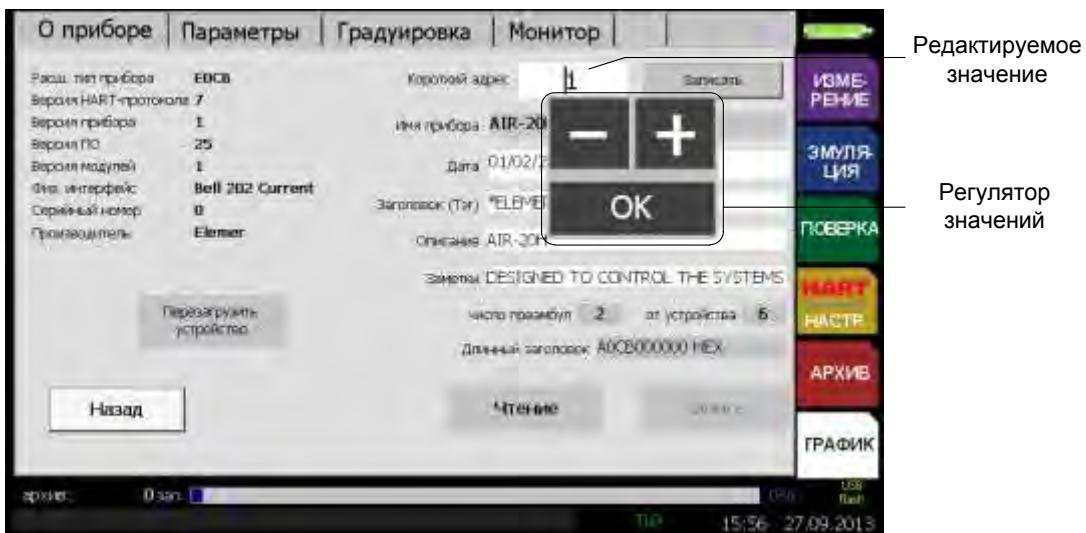

Рисунок 2.60
1) Вкладка «**О приборе**» (см. рисунок 2.60) предназначена для отображения информации о приборе, имеющем цифровой выходной сигнал на базе HART-протокола.
Кнопка «Запись» предназначена для ввода нового сетевого адреса прибора (см. рисунок 2.60).